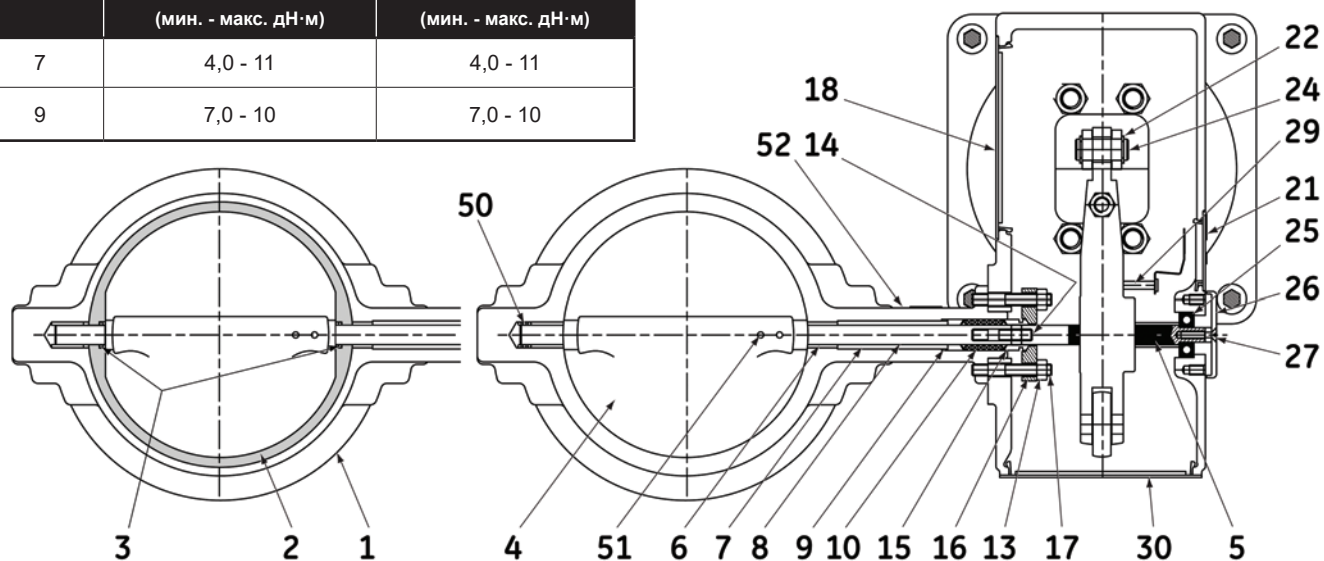

Рисунок 5
8. Снимите корпус клапана (4), кольцо сальниковой коробки (9) и распорную трубку (7). Если корпус клапана имеет эластомерный вкладыш (2), снимите вкладыш и два уплотнительных кольца (3). Наконец, отсоедините подшипники (6) и пружину (50). Клапаны с эластомерным вкладышем не имеют пружины (50) (см. рисунок 5).
9. Осмотрите все детали на наличие повреждений, вызванных эрозией, коррозией или износом. Замените все дефектные детали, штифты (51) и все уплотнения. Тщательно очистите все ранее использованные детали перед повторной сборкой.
1. Установите в корпус пружину (50) (только для корпусов клапанов без вкладыша) и нижний подшипник. Нанесите на вал (8) тонкий слой смазки Molykote G (или аналогичную) вдоль всей поверхности, ориентировочно соответствующей длине распорной трубки.
2. Если клапан снабжен вкладышем, нанесите тонкий слой силиконовой смазки на оба уплотнительных кольца (3) и вставьте их во вкладыш. Поместите вкладыш в корпус и выровняйте входные отверстия под вал с отверстиями корпуса (см. рисунок 5).
Маховик всегда устанавливается на стороне, противоположной приводу (см. рисунок 5).